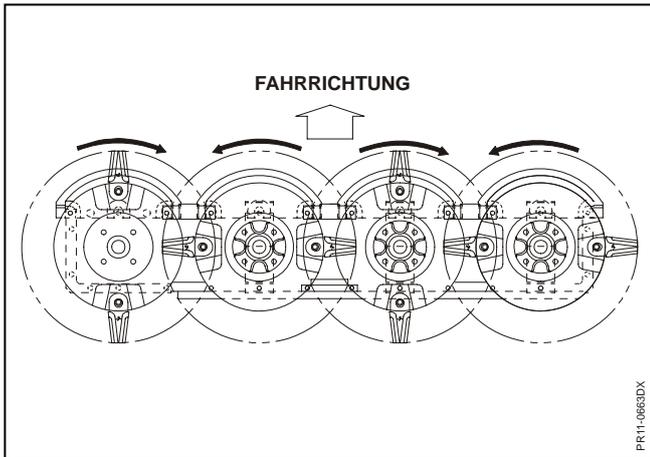

Fig. 3-3
**Fig. 3-3:** Die Scheiben drehen paarweise gegen einander, um das Gras den kürzesten Weg über den Mähbalken zu sichern und dabei den Fluß des Grases zu optimieren. Dieser Aufbau sichert, daß das Abschneiden von schon abgeschnittenem Gras nicht blockiert wird, und daß das schon abgeschnittene Gras nicht wieder abgeschnitten wird.